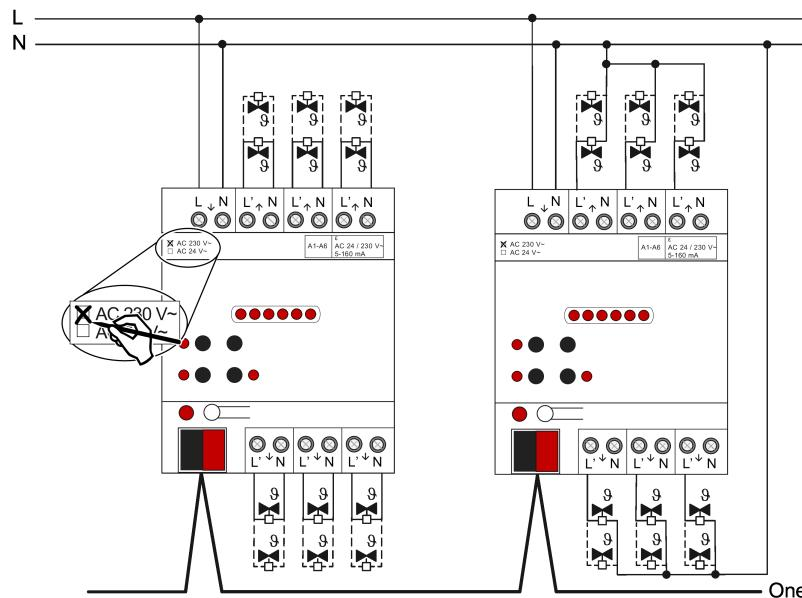

Figura 3: Collegamento per azionamenti AC 230 V (esempi di collegamento)
- Collegare i sistemi di attuazione AC 230 V secondo lo schema elettrico degli allacciamenti (Vedi figura 3). I conduttori di neutro dei sistemi di attuazione possono essere collegati direttamente ai morsetti N delle uscite dell'attuatore di riscaldamento (esempio di collegamento a sinistra), o in alternativa possono